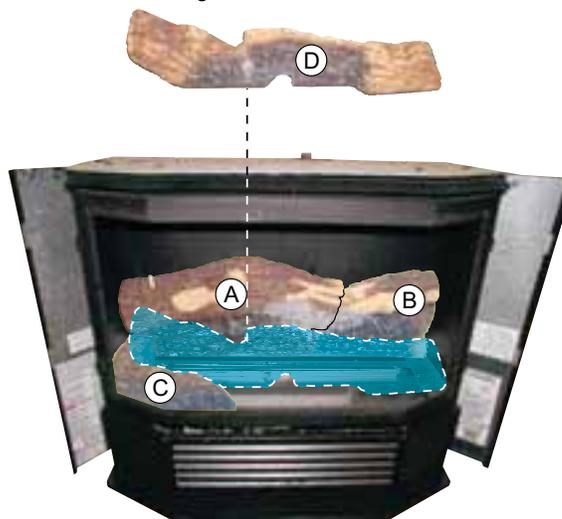

Figure 46
6. Placer la bûche du milieu (D) sur les capteurs de flamme situés au milieu de la chambre de combustion. La bûche (D) doit être positionnée sur le côté gauche de la chambre de combustion. Voir Figure 46.